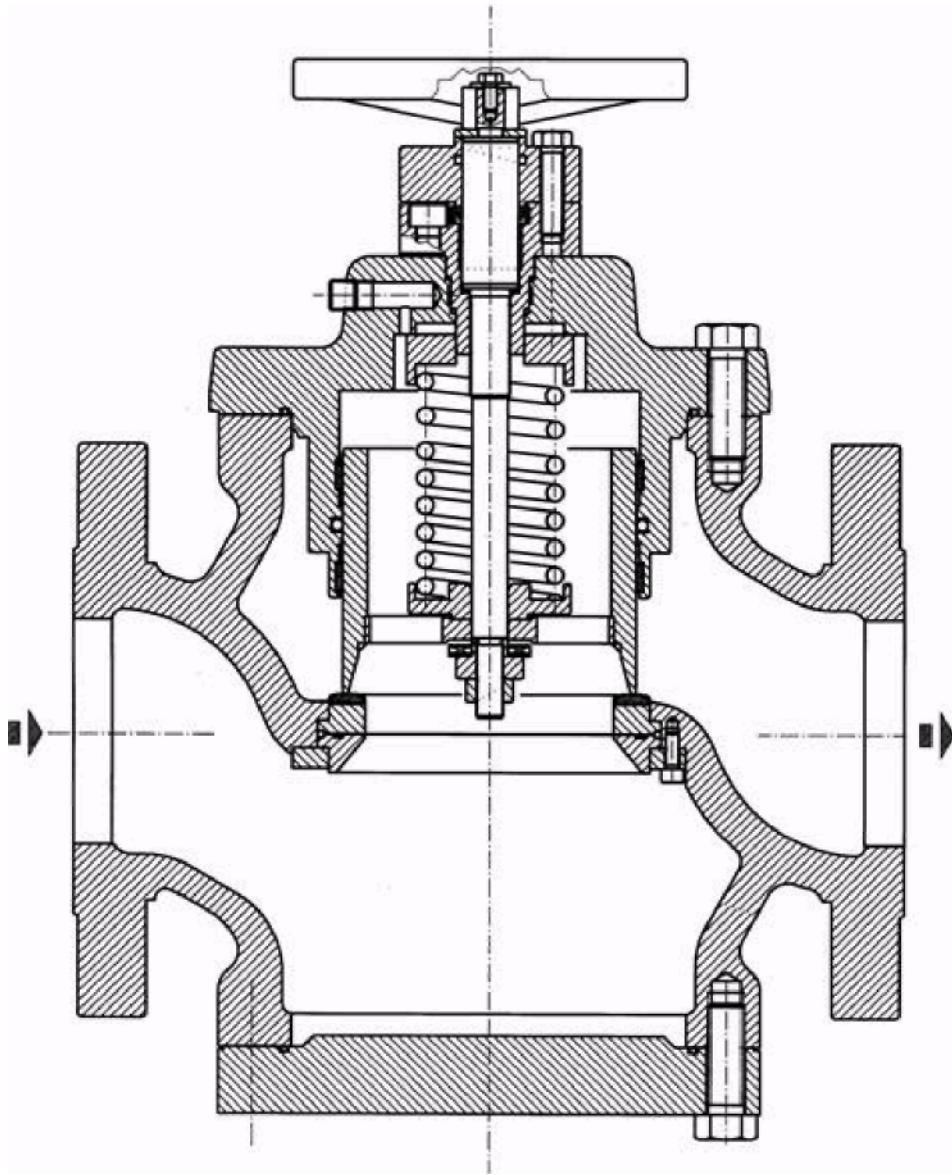

Рисунок 1
**VLM** ( с ручным приводом, смотри рисунок 1 )